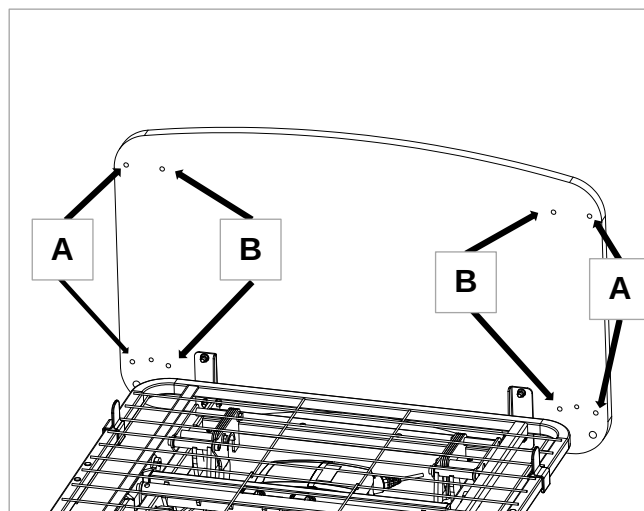

Figure 6.8
8. Il y a deux positions sur la tête de lit pour installer les supports de côté gauche et droit. Les trous extérieurs (A) sont pour les lits avec des kits de réglage de largeur installés et les trous intérieurs (B) sont pour les lits de largeur standard (voir Figure 6.8).